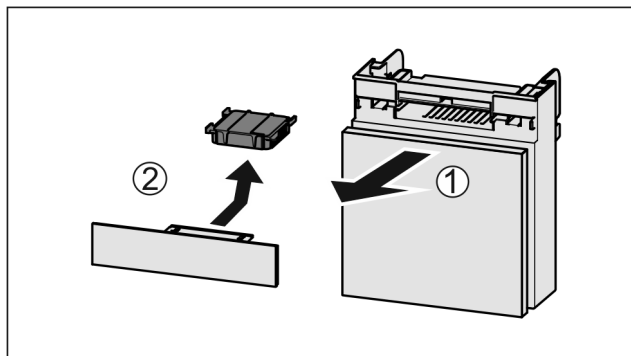

Fig. 61
- Húzza ki Fig. 61 (1) előrefelé a rekeszt.
- Vegye ki az aktívszén-szűrőt Fig. 61 (2).